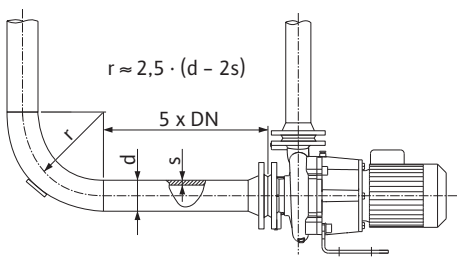
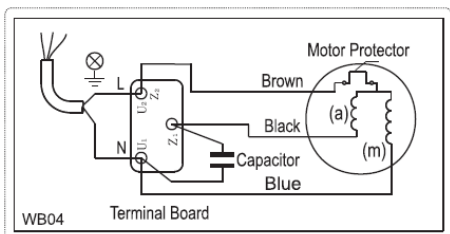

Fig. 4: 펌프 전단 및 후단의 안정화 구간
Fig. 5: AC 연결
- 전원 연결은 모터 출력 P₂, 전원 전압 및 기동 방식에 따라 결정됩니다. 터미널 박스에 필요한 연결 브릿지 결선은 다음 표와 Fig. 4 및 Fig. 5에서 확인할 수 있습니다.